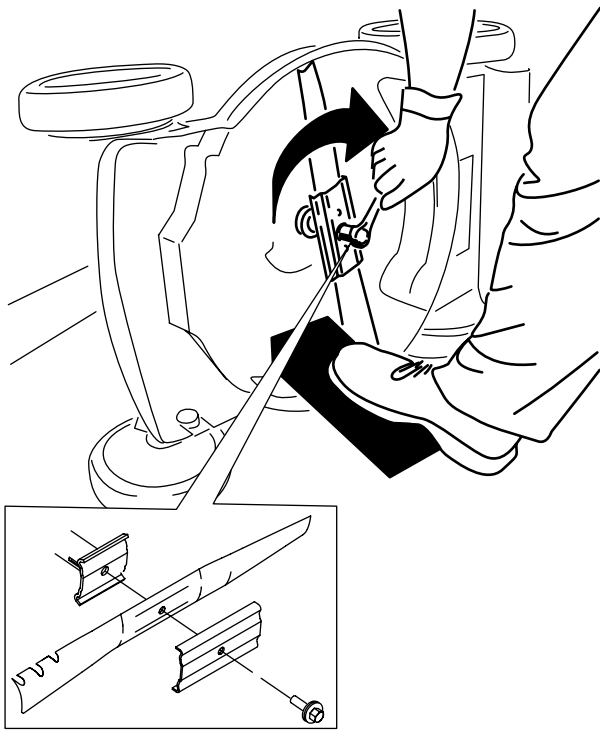

Figura 22
- Instale la cuchilla nueva y todos los herrajes de montaje (Figura 22).